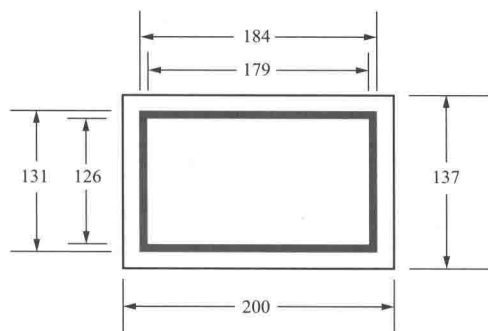

图 1-11 互感器标志牌尺寸参考类型（二）
- (3) 互感器标志牌尺寸参考类型（二）如图 1-11 所示。
- (4) 对于特殊情况的互感器其标志尺寸可采用等比例放大或缩小。